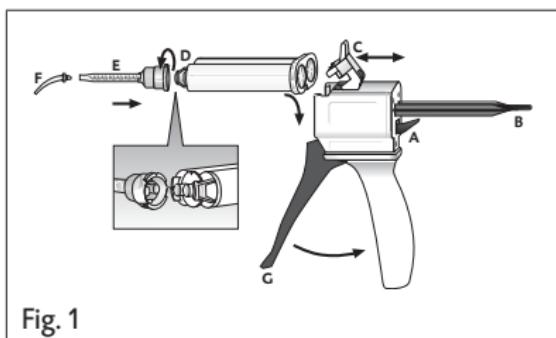

Fig. 1
1. 将注射枪后部的控制杆[图1, Pos. A]向上推，并完全撤回滑杆[图1, Pos. B]
2. 推起塑料控制杆[图1, Pos. C]，插入弹药筒后放下塑料控制杆[图1, Pos. C]，制锁弹药筒。
1. 逆时针旋转**90度**，取下弹药筒头帽或使用过的混合头[图1, Pos. D]并弃之。
2. 安装新混合头[图1, Pos. E]。
1. 向上推起注射枪后部的控制杆[图1, Pos. A]，并直接拉出滑杆[图1, Pos. B]。
2. 推起注射枪顶端的塑料控制杆[图1, Pos. C]，取下弹药筒。